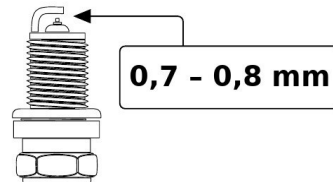

FIG. 7 — Separación de los electrodos de la bujía
- 4) Compruebe que la separación entre electrodos es de 0,7 a 0,8 mm (FIG. 7). Si es necesario, ajústela doblando con cuidado el electrodo de masa. Sustituya la bujía, en su caso, por una NGK BPR7ES o equivalente.